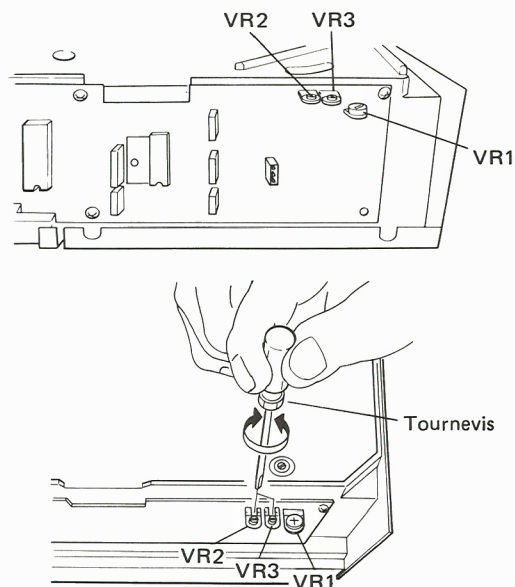

Fig. 9-4 Réglage de position
6. La différence de voltage est diminuée en tournant VR1 vers la droite, et augmentée en le tournant vers la gauche. (Voir Fig. 9.4)